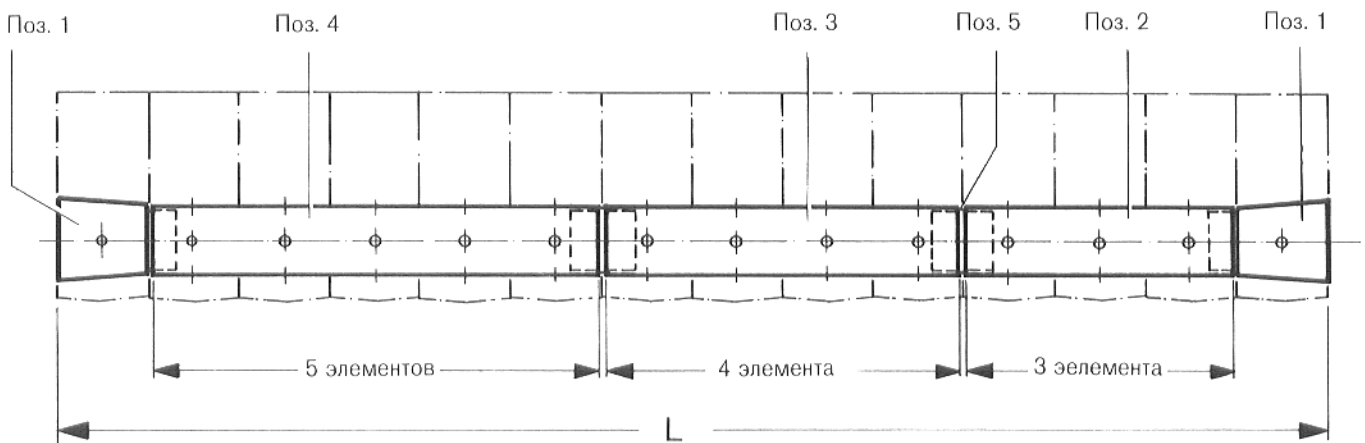

Рис. 19
Питательная труба состоит из двух концевых частей (поз. 1) и, в зависимости от типоразмера котла, из одной или нескольких промежуточных частей (поз. 2, 3 или 4), а также соединительных деталей (поз.5) (см. рис. 19 и таблицу).
1. Соединить промежуточную деталь (поз. 2, 3 или 4 в зависимости от типоразмера) котла и соединительную деталь (поз. 5) (рис. 19 и 20).